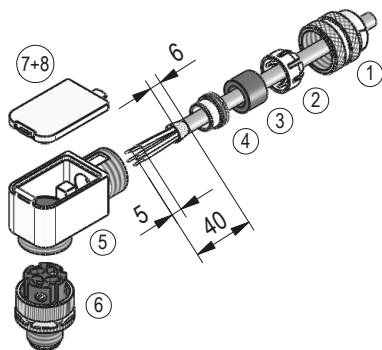
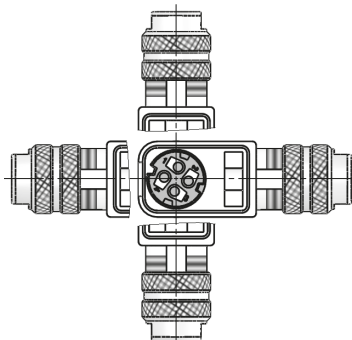

Abb. 10: Gegenstecker M12 gewinkelt
Abb. 11: Winkelstellungen
- Zubehör SIKO Art.Nr. "87600" M12 D-kodiert (Stift 4 pol. Ethernet Port 1 (IN) + Port 2 (OUT)) (**Abb. 10** + **Abb. 11**).
Montage (**Abb. 10**)
Ändern der Winkelstellung (**Abb. 11**)